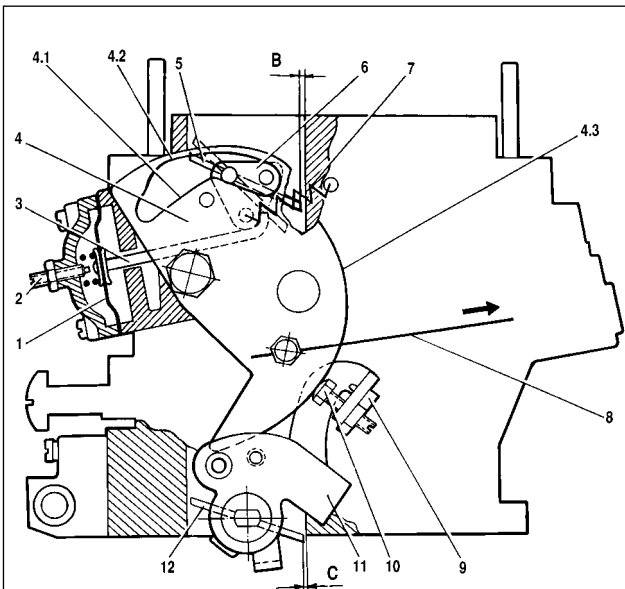

Fig. 2-86. Starter du carburateur:
*** Jeux d'ouverture partielle sont représentés sur la figure 2-86.
Le dispositif de démarrage. Le levier 4 (fig. 2-86) à trois profilés, sert à commander le papillon. Son bord extérieur 4.3 actionne sur le levier 11 de commande des papillons par la vis 10 et assure l'engagement du moteur à froid, ainsi que augmente la rotation du vilebrequin du moteur jusqu'à la fréquence nécessaire. Les profils intérieurs 4.1 et 4.2 action-
Réglage d'un dispositif de démarrage. Le levier 4 (fig.2-86) de commande du volet d'air 5 étant tourné jusqu'au fond dans le sens anti-horaire, le volet d'air se ferme complètement par l'intermédiaire du ressort 7. Au cas où le volet n'est pas fermé, écarter la cause de coincement.